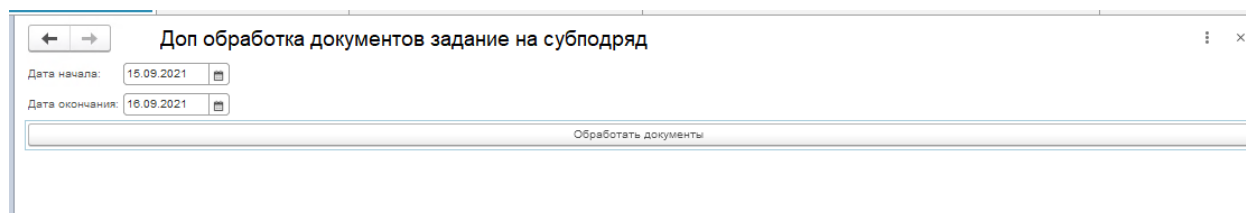

Рис.3
3. Для установки Подразделений в документах Задание на субподряд (прошлого периода) можно воспользоваться обработкой ДопОбработкаДокументовЗаданиеНаСубподряд(рис.3):